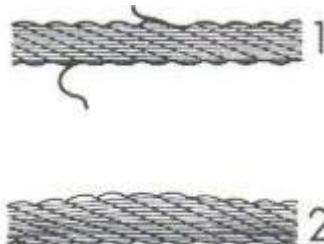

Рисунок 4. Проверка троса: (1) – использовать трос запрещено; (2) – трос готов к использованию.
- Перед тем, как начать работу, проверьте правильно ли намотан трос на катушку (см. рисунок 4).